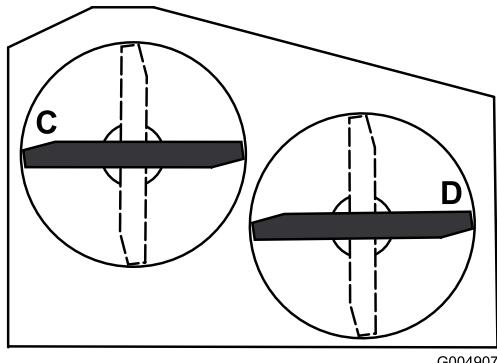

Figure 74
2. Tournez les lames jusqu'à ce qu'elles soient parallèles dans le sens transversal. Mesurez la distance aux points **C** et **D** (Figure 73) entre une surface plane et le bord coupant des pointes des lames. Pour les tabliers de coupe de 36 pouces, reportez-vous à la Figure 74.